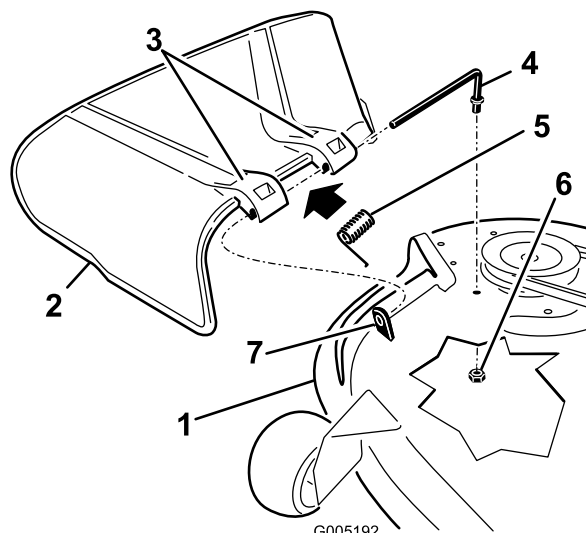

Figure 47
1. Repérez les éléments illustrés dans la Figure 47.
2. Retirez l'écrou (3/8 pouce [9,5 mm]) de la tige, sous le plateau de coupe (Figure 47).
3. Sortez la tige de la courte cheville de positionnement, du ressort et du déflecteur d'herbe (Figure 47). Enlevez le déflecteur s'il est endommagé ou usé.
4. Remettez en place le déflecteur d'herbe (Figure 47)
6. Placez le ressort sur la tige, les fils d'extrémité dirigés vers le bas, entre les supports du déflecteur d'herbe. Insérez la tige dans le deuxième support du déflecteur d'herbe (Figure 47).
7. Insérez la tige à l'avant du déflecteur dans la courte cheville de positionnement sur le plateau. Fixez l'extrémité arrière de la tige dans le plateau de coupe à l'aide d'un écrou (3/8 pouce [9,5 mm]) (Figure 47).